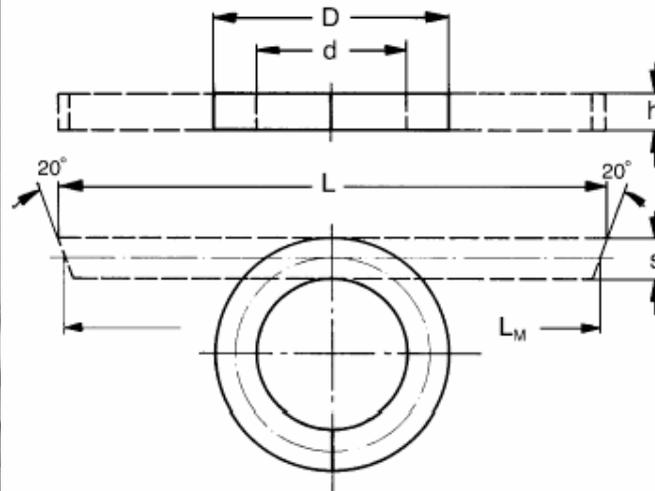

Рис.9
-Плотно оберните набивку вокруг оправки рис.9, который должен быть одного размера с валом насоса или втулкой вала. Число витков должно быть достаточным для заполнения набивочной камеры сальника. Разрежьте набивку по одной стороне для формирования отдельных колец